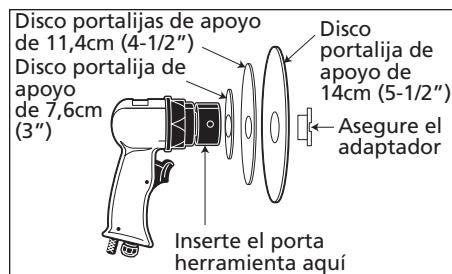

Figura 2
Se recomienda utilizar discos de resina de 7,6cm (3") o 15,2cm (6") con soportes no adhesivos. Los discos deben tener centros punzonados con un diámetro de 22,2mm (7/8") para un acoplamiento adecuado. Para lograr un mejor respaldo cuando utilice discos de más de 7,6cm (3"), emplee todos los discos portalijas del mismo tamaño o más pequeños que el disco de resina (Véase figura 2). Para instalar el disco de resina, siga los procedimientos señalados.
1. Monte los discos portalija de apoyo tal como se muestra en la Figura 2. Asegúrese que el centro hendido de los discos estén orientados hacia la lijadora.
3. Ajuste con la mano el seguro del adaptador, luego inserte la herramienta en el agujero tal como se muestra en la Figura 2. Inserte un destornillador grande en la ranura sobre el seguro del adaptador y ajústelo firmemente.